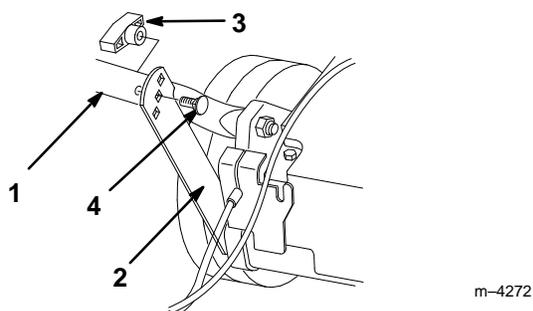

Figure 2
1. Retirer les quatre boulons fixés au mancheron inférieur (deux à tête plate et deux à tête courbe) et les boutons correspondants (Fig. 2).
2. Rabattre le mancheron inférieur vers l'arrière et les pattes de support vers le haut pour faire correspondre les trous de fixation (Fig. 2).
3. Fixer le mancheron aux pattes de support à l'aide des deux boulons à tête plate et de deux boutons, en choisissant le trou des pattes correspondant à la hauteur de mancheron la plus confortable pour l'utilisateur (Fig. 2).